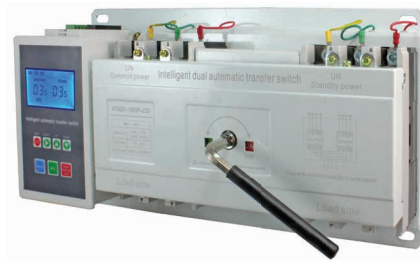
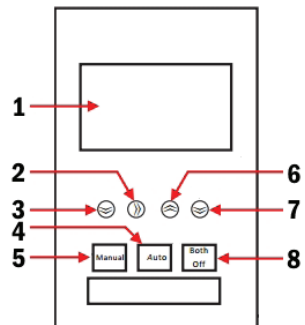
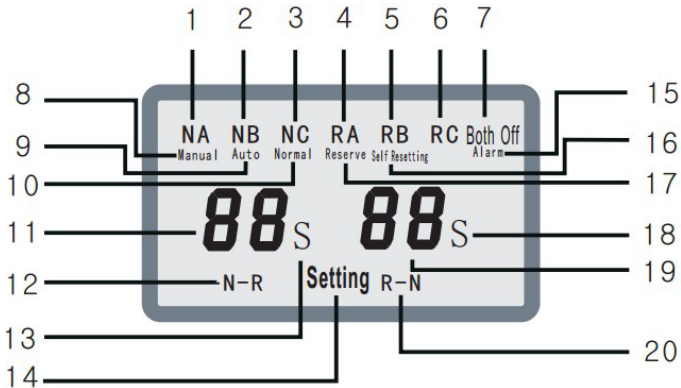

Рис. 3
Рис. 4
Рис. 5
- 3.2. Выберите ручной режим работы с помощью кнопки **MANUAL** (п. 5, рис. 3). На ЖК-дисплее контроллера загорится индикатор ручного управления (п. 8, рис. 5).
- 3.4. При переключении источников питания на ЖК-дисплее контроллера будут загораться соответствующие индикаторы – Normal (п. 10, рис. 5) или Reserve (п. 17, рис. 5).
- 3.5. Для одновременного отключения обоих источников питания от нагрузки нажмите кнопку **DUAL-BREAKING STATE**. На ЖК-дисплее контроллера загорится индикатор (п. 7, рис. 5).
- 4.3. Выберите ручной режим работы с помощью кнопки **AUTO** (п. 4, рис. 4). На ЖК-дисплее контроллера загорится индикатор ручного управления (п. 9, рис. 5).